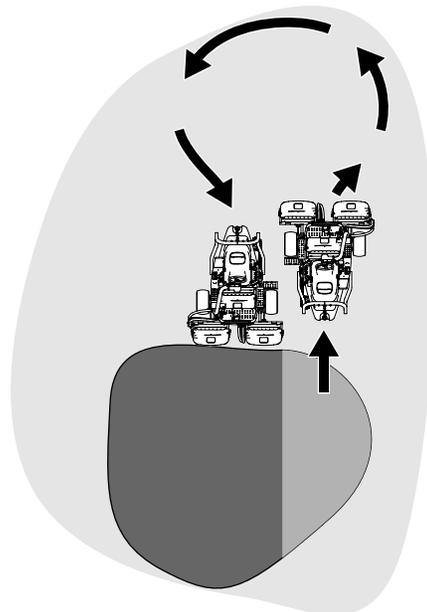

图 27
6. 要缩短下一趟剪草的操作时间并方便剪出直线应轻轻朝相反方向转动机器然后再转向未剪部分。此动作是一个泪滴状的转弯图 27 可将机器快速对齐进行下一趟剪草。